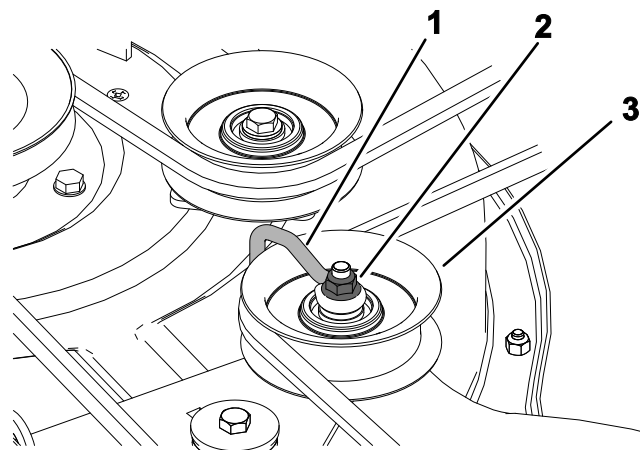

Figura 56
2. Vite (3)
6. Allentate il dado che fissa il filo sagomato alla puleggia tendicinghia (Figura 56).
Nota: Posizionate il filo sagomato contro il braccio del tendicinghia come mostrato nella Figura 56.